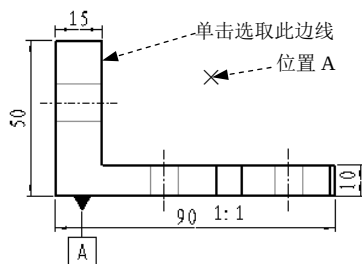

图 11.1.16 选取曲面
- (1) 在左边的公差符号区域中，按下垂直度公差符号 .
- (2) 在 **模型参考** 选项卡中进行下列操作。
- ① 定义公差参考。在 **参考** 区域中的 **类型** 下拉列表中选择 **曲面** 选项。在系统  选择曲面。提示下，单击选取图 11.1.16 所示的边线。
② 定义公差的位置。在 **放置** 区域中的 **类型** 下拉列表中选择 **法向引线** 选项，在系统弹出的 **LEADER TYPE (引线类型)** 菜单中选择 **Arrow Head (箭头)** 命令。再次单击图 11.1.16 所示的边线，用鼠标中键单击图 11.1.16 所示的位置 A，以放置公差。